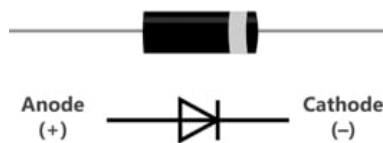

Figura 6. Diodo.
- **D1:** Consiste en un diodo de protección, encargado de que la corriente en la compuerta de activación del SCR tenga solo una dirección y así evitar que este entre en una etapa de función errónea. La Figura 6 muestra sus patillas de conexión.